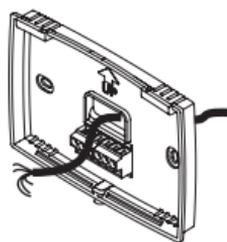

Figure 2
5. Faire passer les fils par la grande ouverture située au centre et en bas de la plaque murale comme indiqué sur la Figure 2.